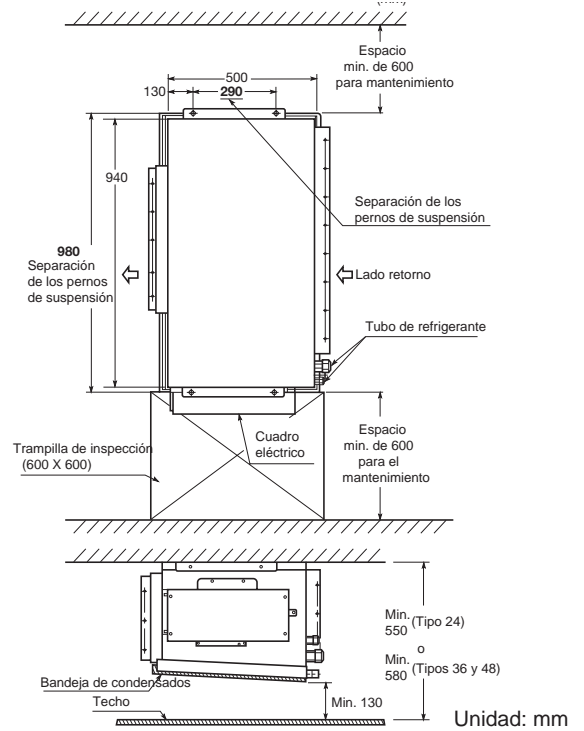

Fig. 3-97a
1. Si coloca la unidad en el interior del techo, determine la separación de las varillas roscadas viendo las dimensiones de la página anterior. (Fig. 3-97a y 3-98a)